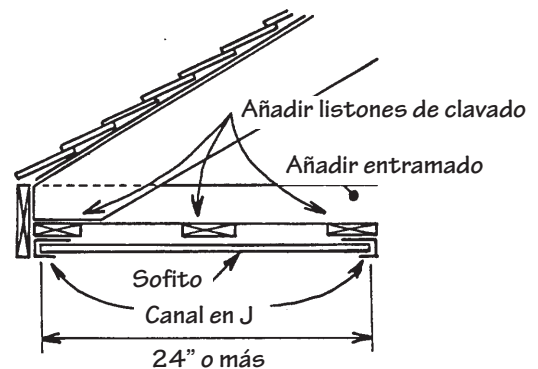

Figura 67.
**NOTA:** Si el alero se extiende 24" o más, los listones de clavado deben instalarse como se muestra (Figura 67). En zonas con restricciones de vientos fuertes, el clavado no debe sobrepasar 12" a centros.